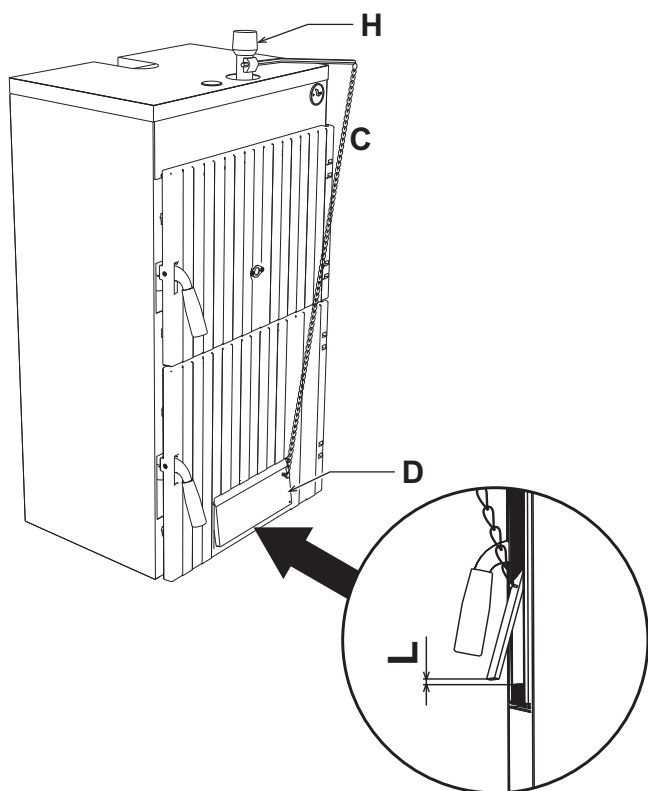

fig. 2 - Instalarea
2. Montați regulatorul termostatic "H" fig. 2.
4. Reglați șurubul de reglare al ușiței pentru priza de aer astfel încât, când ușița este sprijinită, să rămână în orice caz o trecere pentru aer de circa 1 - 2 mm maxim. Cu centrala rece, poziționați termostatul de reglare la 60°. Agățați lanțul "C" de ochiul corespunzător "D" al ușiței prizei de aer, reglându-i lungimea astfel încât trecerea pentru aer "L" (fig. 2) să fie de circa 15 mm pentru "cocs III" și 2 mm pentru "lemn".
Reglați șurubul de reglare al ușiței pentru priză de aer astfel încât, când ușița este sprijinită, să rămână în orice caz o trecere pentru aer de circa 1 - 2 mm maxim. Cu centrala rece, poziționați termostatul de reglare la 60°. Agățați lanțul de ochiul corespunzător al ușiței prizei de aer, reglându-i lungimea astfel încât trecerea pentru aer "L" (fig. 2) să fie de 15 mm pentru "cocs III" și 2 mm pentru "lemn".